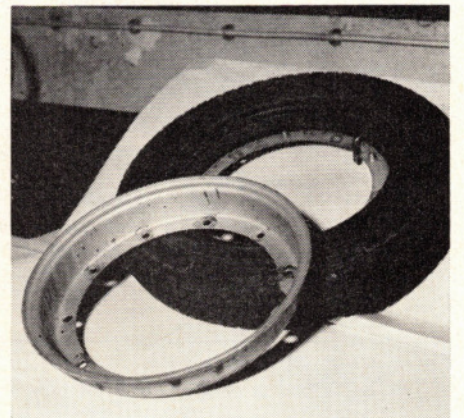

Bild 16: Felgenkranz zwecks Reifenmontage abgenommen.
3. Felgenhälfte (s. Bild 16), Decke mit Schlauch abnehmen.